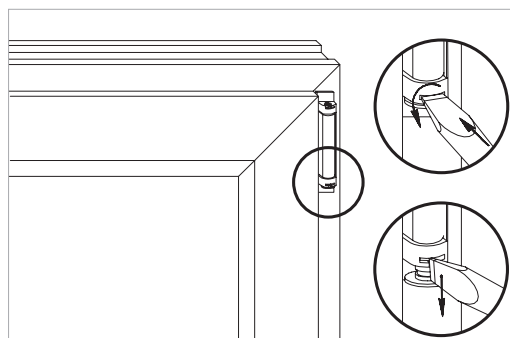
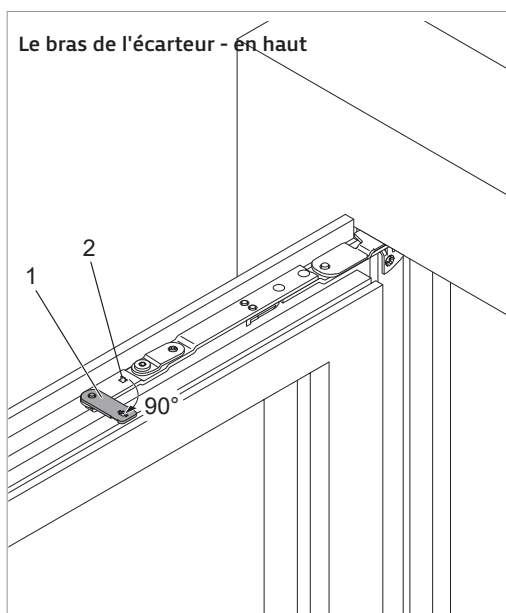

Fig. 1a Déblocage de la tige de la charnière de l'écarteur
Fig. 2a Déblocage du bras de l'écarteur
3. Fenêtres sont installées après avoir préparé d'une manière adéquate d'une baie de fenêtre, après avoir éliminé les restes du mortier, du béton etc. et ensuite après avoir enlevé les vantaux de fenêtre (fig. 1a et 1b activPilot Concept, fig. 2a et 2b - activPilot Select). L'enlèvement du vantail est réalisé après avoir retiré des caches paumelles, après avoir avancé les goupilles de la charnière supérieure et après avoir retiré le vantail de la charnière inférieure.